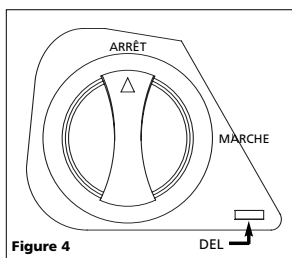

Figure 4
4. S'assurer que l'interrupteur du démarreur de secours est éteint (voir la figure 4).